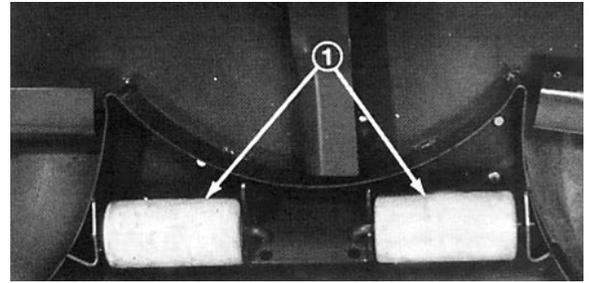

Fig. 3
1. Togliere le coppie che fissano gli alberi dei rulli alla parte sottostante il piatto di taglio (Fig. 3).